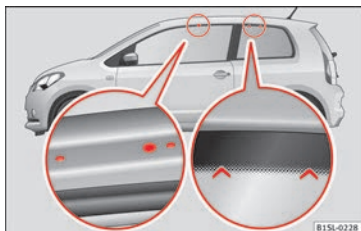

Fig. 141 Puntos de fijación de los soportes básicos y del portaequipajes de techo en vehículos de dos puertas.
Vehículos de dos puertas: los orificios y las marcas que indican los puntos de fijación para los soportes básicos delanteros se encuentran en la parte inferior de los largueros del techo » **fig. 141** (imagen ampliada izquierda). Los orificios y las marcas solo se ven cuando la puerta está abierta. Las marcas para la fijación de los soportes básicos traseros se encuentran en la parte superior de las ventanillas » **fig. 141** (imagen ampliada derecha).
- El soporte básico debe fijarse únicamente en los puntos indicados en la ilustración » **fig. 141**.